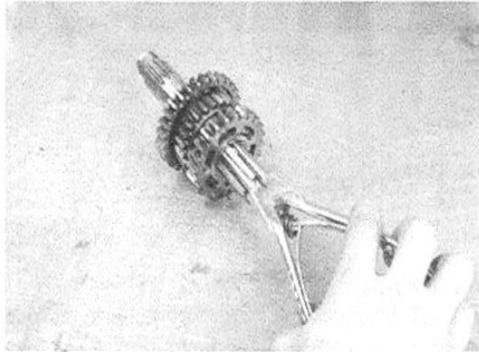

Bild 166
- Getriebewellen können leicht mit Seegerringzange und kleinem Schraubendreher zerlegt werden (Bild 166).